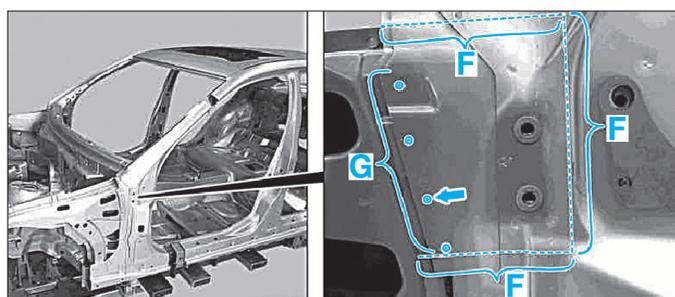

FIG. 31
- Fraiser les points de soudure (G) (Fig.31).